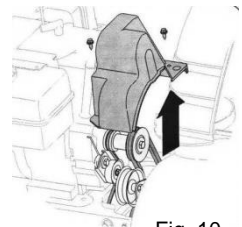

Fig. 10
1. Îndepărtați capacul curelei din partea din față a motorului înălțurând cele două șuruburi pentru tablă. Vezi Fig. 10